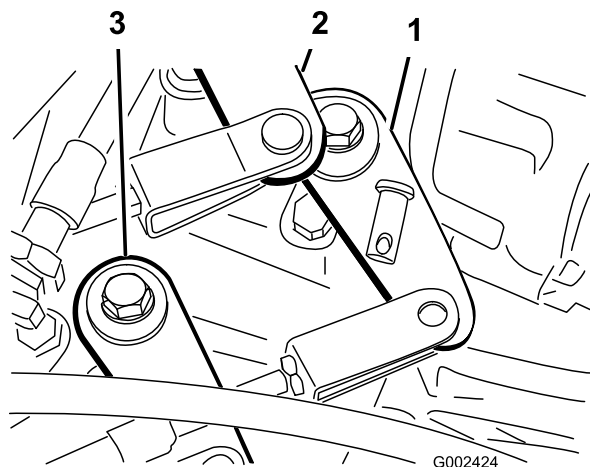

Figura 54
2. Togliete i perni che fissano i cavi ai bracci del cambio del transaxle (Figura 54).
1. Togliete i perni che fissano il cavo superiore – inferiore al transaxle (Figura 54).